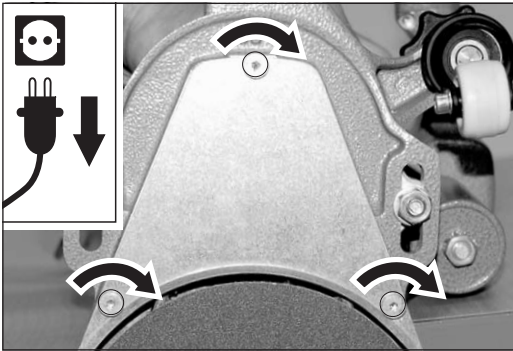

Abb. 45 Das Abdeckblech mit den Schrauben am Vorsatz befestigen.
- 7 Schrauben Sie das Abdeckblech wieder an den Vorsatz (Abb. 45).